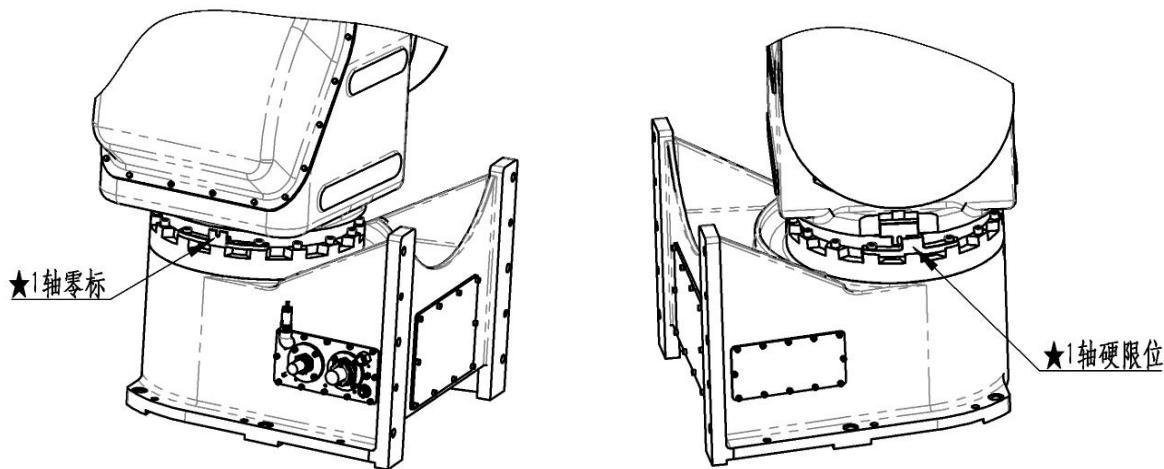

图 2-5 调整后的 1 轴硬限位及 1 轴零标位置
(1) 1 轴硬限位及 1 轴零标：因该款机器人对称式结构设计，1 轴硬限位及 1 轴零标安装位置可依据实际使用情况进行安装调整（见图 2-5），安装需要专业工具，若有调整需要，请及时联系我司。